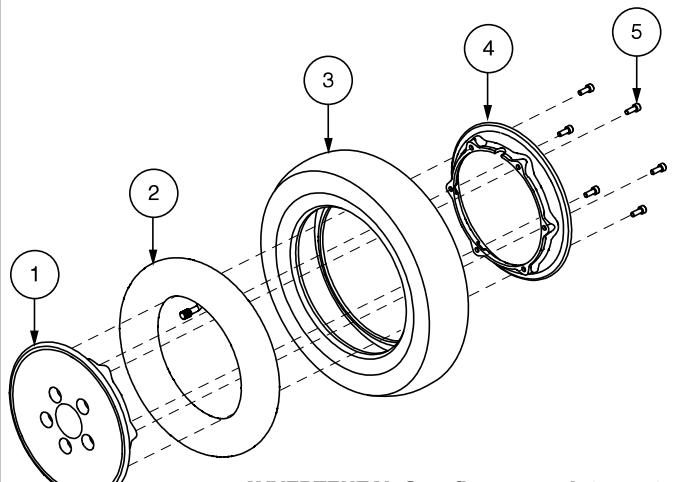

Figura 20. Ruota pneumatica motrice smontaggio/montaggio
6. Rimuovere le viti che fissano i cerchi. Vedere figura 20.